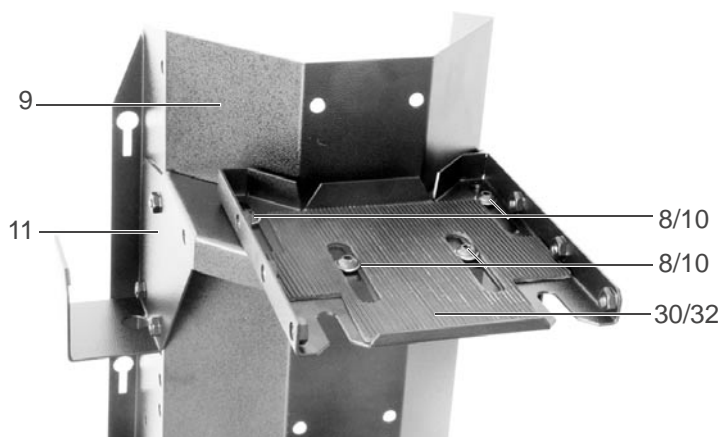

Рис. 3/20
- Крепежный лист машины (30) прикрутить винтами с внутренним шестигранником М8х10 (10) с подкладными шайбами М8 (8) на лист для настройки высоты (11). (см. также рис. 3/1).